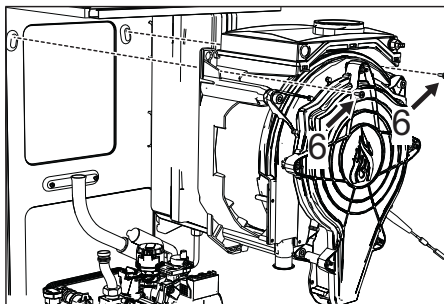

fig. 65
- Togliere le 2 viti **superiori** "6" di fissaggio scambiatore al telaio (fig. 65)